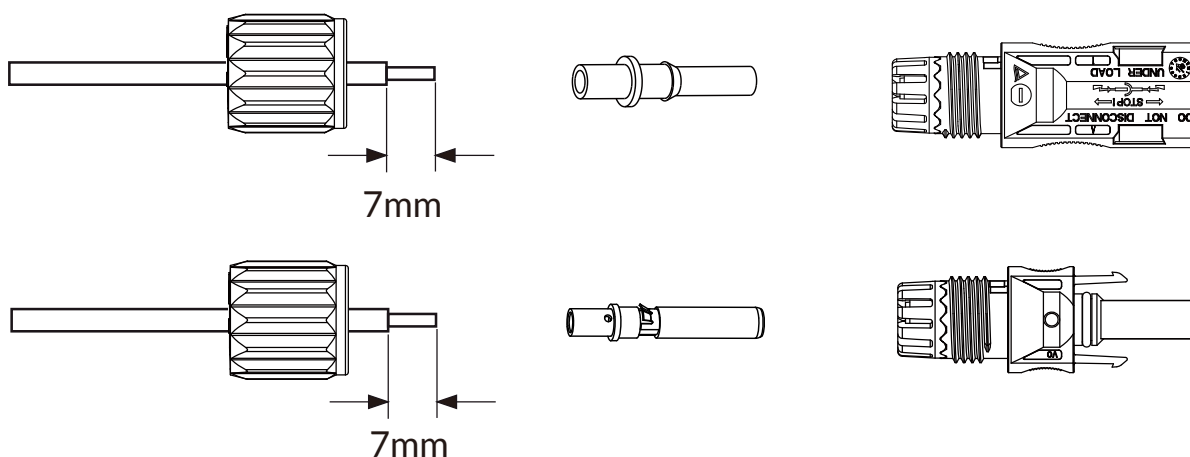

Figura 5.3 Desmontagem da porca de capa do conector
- Descasque o fio CC cerca de 7mm, desmonte a porca de capa do conector (veja figura 5.3).